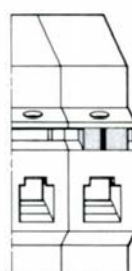

fig. 2
■ rapprocher les deux appareils, l'axe de liaison mécanique s'insère sans aucune manipulation particulière dans son logement (fig. 2),